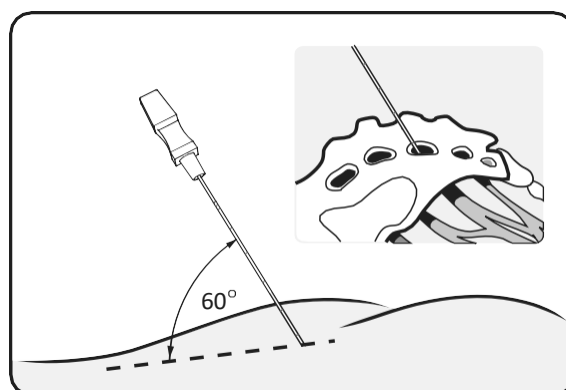

Figura 5: Inserte la aguja de foramen en un ángulo de 60 grados.
2. Ponga la aguja en el foramen en un ángulo aproximado de 60 grados respecto a la superficie ósea. El nervio discurre siguiendo la cara superomedial del foramen (Figura 5).